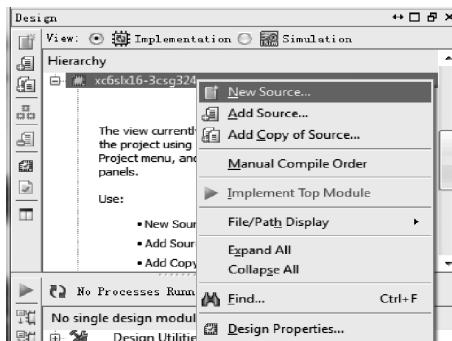

图 3.11 新建一个文件
(1) 如图 3.11 所示,在 Hierarchy 面板内,选中 xc6slx16-3csg324,单击右键,出现浮动菜单,在浮动菜单内选择 New Source。